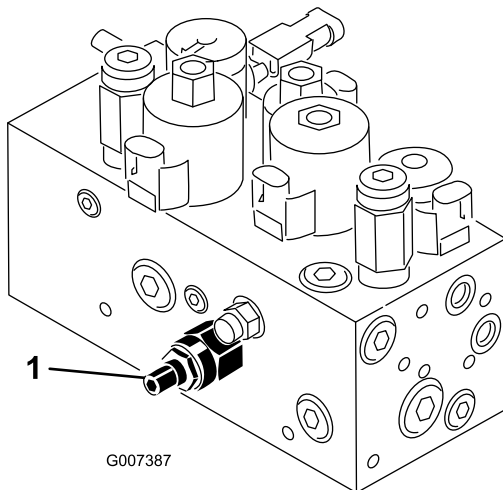

Bild 48
Der Hub-/absenkungskreis der Mähwerke ist mit einem Stromventil ausgerüstet (Bild 48). Dieses Ventil wird im Werk eingestellt. Zum Ausgleichen unterschiedlicher Hydrauliköltemperaturen, Mähgeschwindigkeiten und Anbaugeräte usw. müssen Sie dieses Ventil jedoch u. U. einstellen. Gehen Sie dabei folgendermaßen vor:
1. Klappen Sie den Sitz hoch und finden Sie das Hauptregulierungsventil für das mittlere Zuggestell (Bild 48), das sich neben dem Hydraulikverteiler befindet.